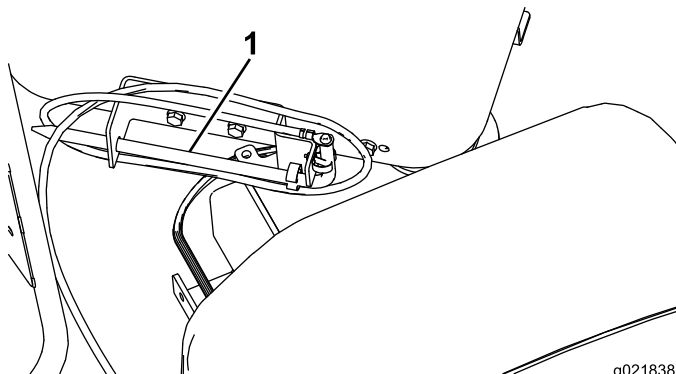

Figure 83
1. Retirez le piquet de mise à la terre de son support sur le côté de la plate-forme de l'opérateur (Figure 83).
2. Descendez le chariot au bout du cadre de forage et pulvérisez du composé d'étanchéité sur le filetage de l'arbre. Ramenez ensuite le chariot à l'extrémité supérieure du cadre (Figure 83).